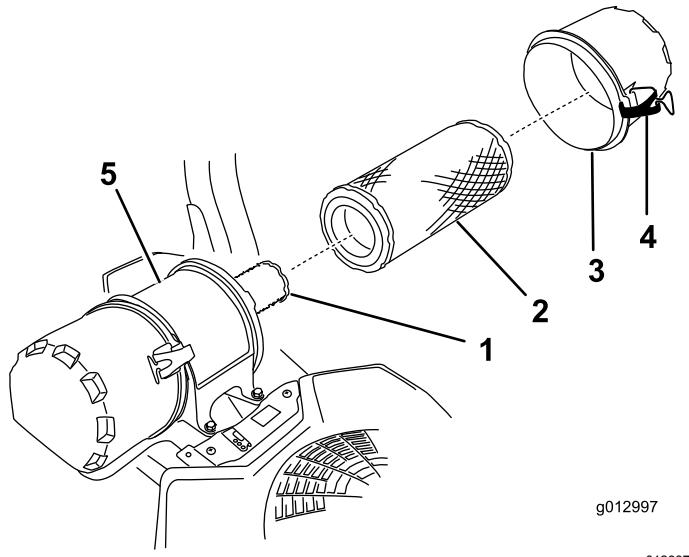

Figure 37
6. Ouvrez les dispositifs de verrouillage du filtre à air et détachez le couvercle du boîtier du filtre (Figure 37).
8. Sortez le préfiltre du boîtier du filtre avec précaution (Figure 37).
2. Si vous remplacez l'élément intérieur, insérez-le avec précaution dans le boîtier du filtre (Figure 37).
3. Placez ensuite le préfiltre sur l'élément de sécurité avec le même soin (Figure 37).
4. Remettez en place et verrouillez le couvercle du filtre à air (Figure 37).